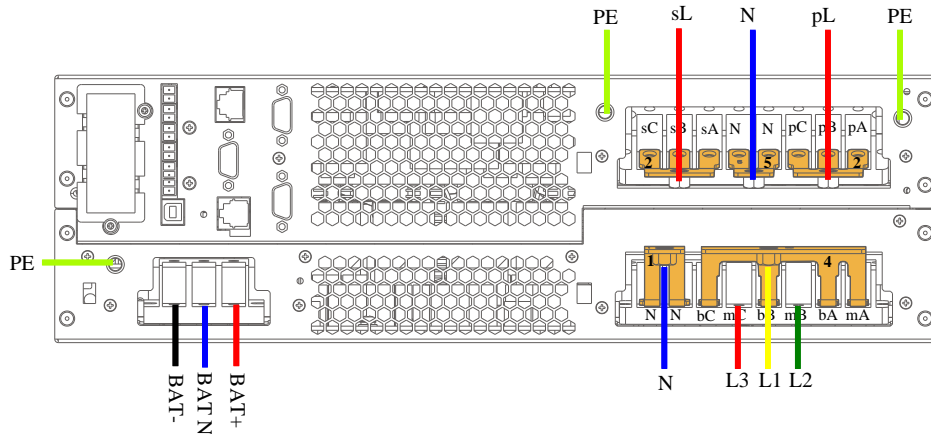

图2-25 三进单出，主旁同源接线示意图
4. 将标准输出火线（sL）接到 sA、sB、sC 的短接铜排 2 上；将可编程输出火线（pL）接到 pA、pB、pC 的短接铜排 2 上；将输出中线接到 N 的短接铜排 1 上；再将输出地线接到 UPS 机壳上的输出 PE 端子上。如图 2-25 所示。
5. 如图 2-25 所示，将电池正线、电池 N 线、电池负线和地线穿过接线盒上的过线孔，然后分别连接到 UPS 的电池端子排上的电池正（BAT+）、电池 N（BAT N）、电池负（BAT-）和电池地线端子（PE）上，并拧紧固定螺钉。